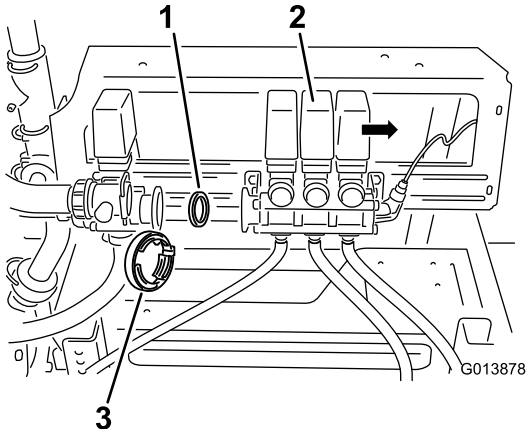

Figure 5
- Éloignez le bloc de vannes de rampes de la vanne d'agitation avec précaution (Figure 5).
- Déposez le joint existant du corps de vanne (Figure 5).